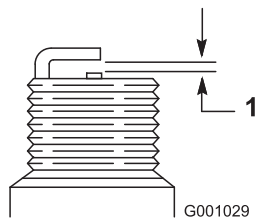

Figure 49
- Régalez l'écartement des électrodes de la nouvelle bougie à 0,76 mm (0,030 po) (Figure 49).